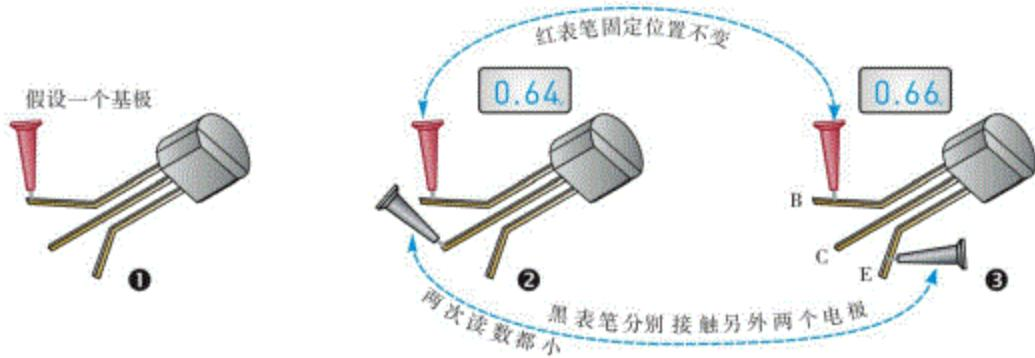

图9.98 用万用表识别三极管的电极
- ①先假设**任意一电极为基极(B)**。
- ②使**红表笔**接假设的基极，如图9.98的①所示。这里假设目标三极管为NPN型。
- ③使**黑表笔**分别接触另外两个电极，如图9.98的②、③所示。
- ④若上一步两次测试读数都很小，在1V以下，则说明第①步的假设成立，即红表笔所接的是基极。由于使用的是数字万用表，可以确定该三极管为**NPN型**。
读数在0.5~0.85V的，为硅三极管；读数在0.15~0.35V的，为锗三极管。两次测试中，读数小的黑表笔所接为集电极，读数大的为发射极。由图9.98所示的数据看，该三极管的引脚依次为B、C、E。